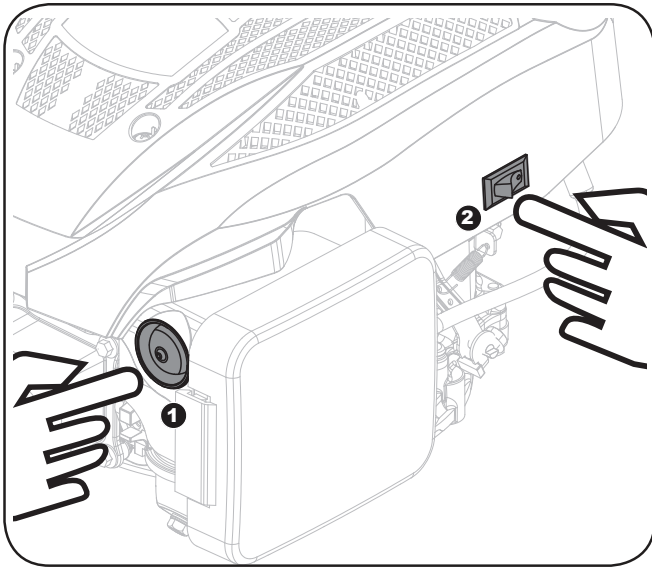

Figure 4
1. Press the primer 1-3 times (Figure.4).